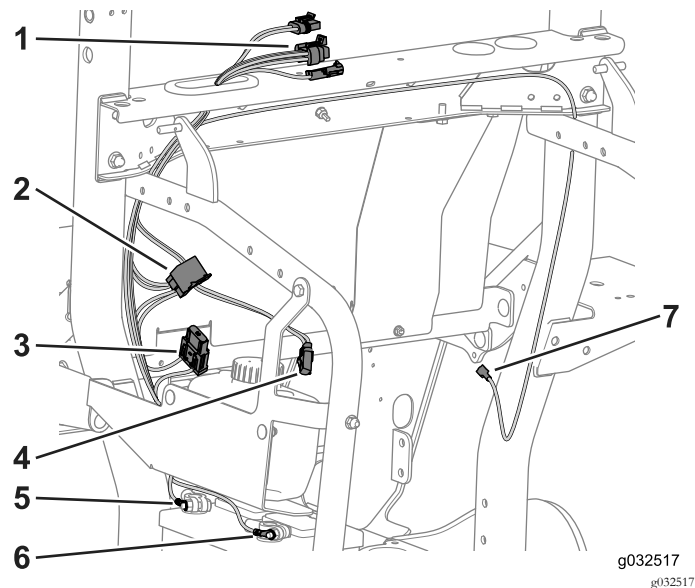

Figura 37
2. Passe o cabo de alimentação auxiliar pelo suporte da estrutura, ao lado do tubo ROPS, e na direção dos controlos do operador (Figura 37).
1. Passe os 3 conectores da cabina pelo olhal (Figura 37).